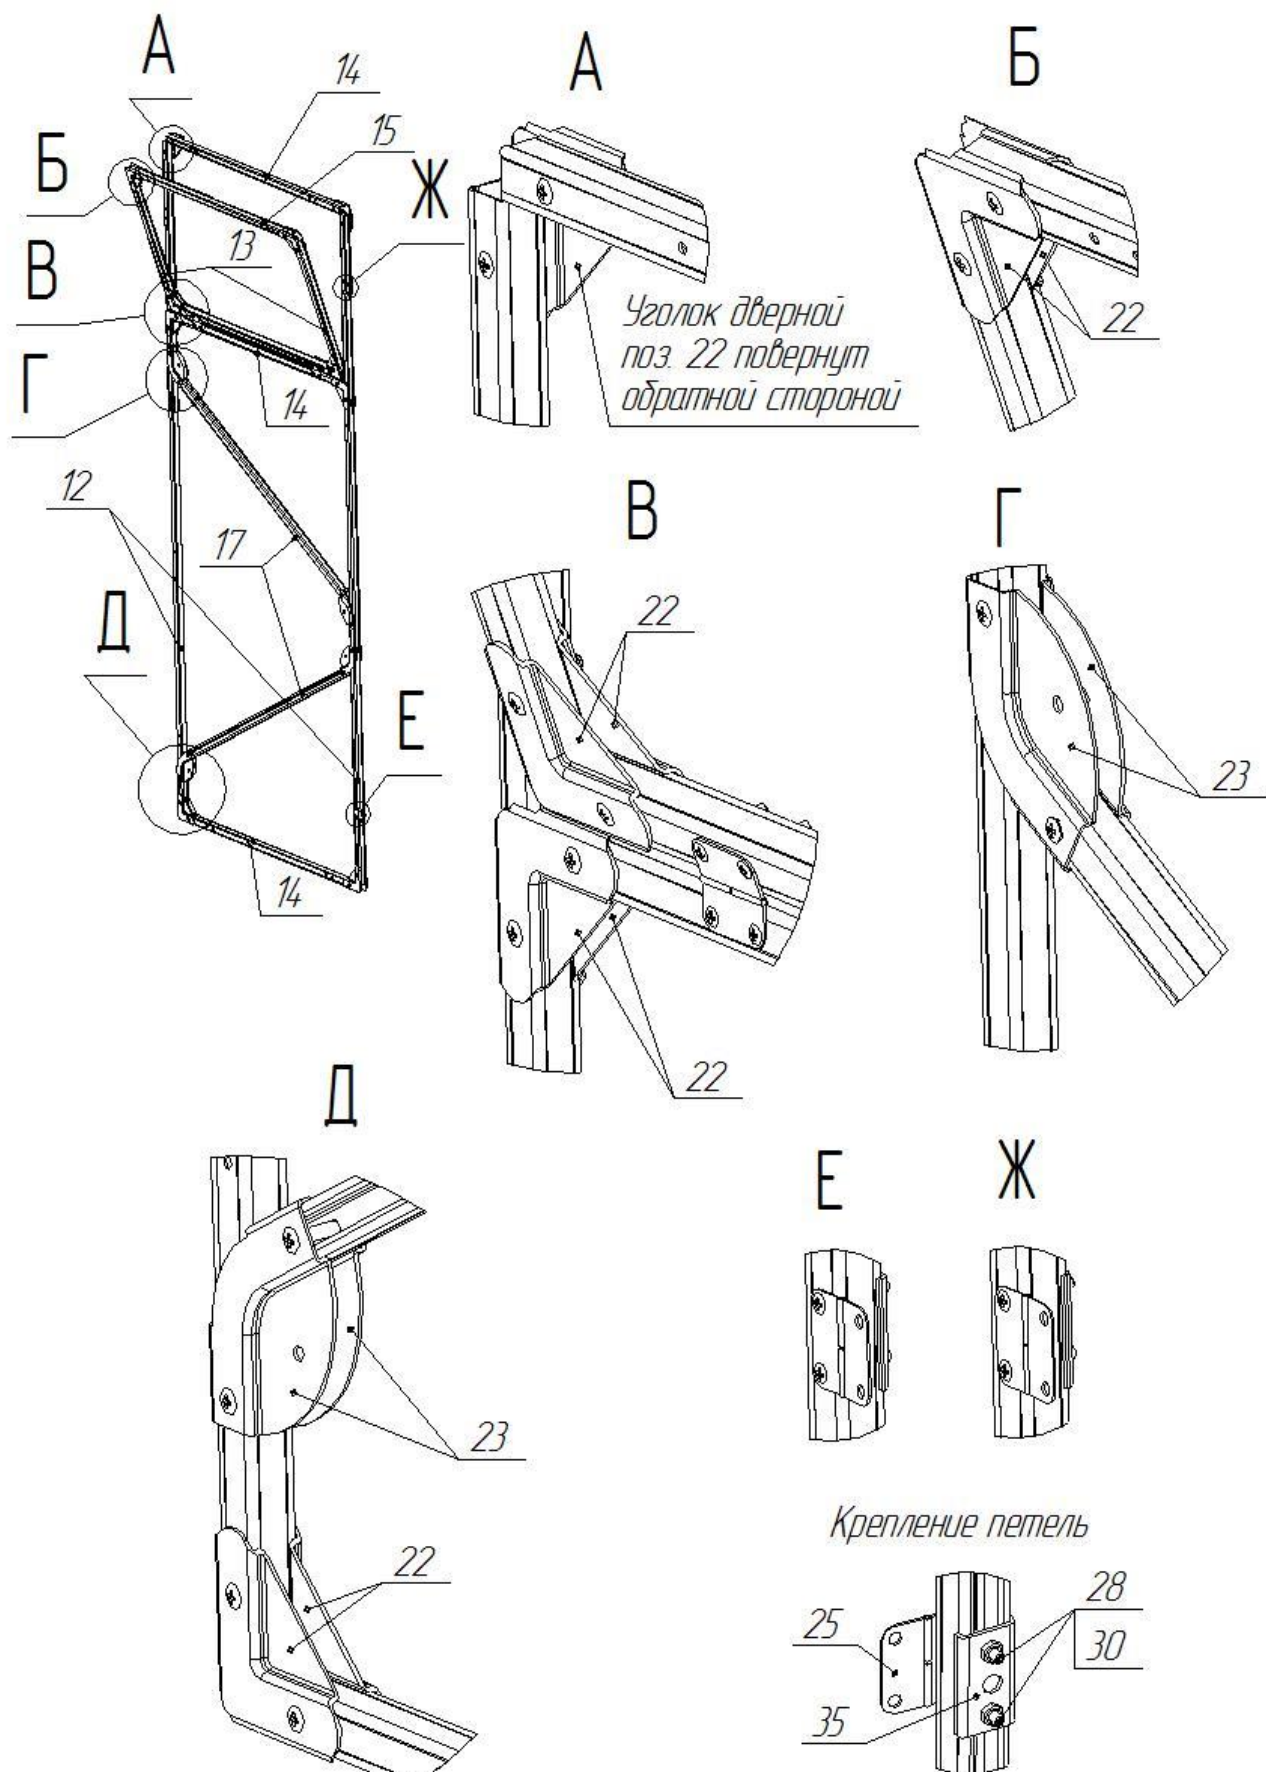

Рис. 6
6.5 Соберите каркасы дверей с форточками (рис.6). **Не забывайте, что расположение стоек двери, имеющих отверстия под установку петель должно соответствовать расположению стойки дверного проема также имеющей отверстия под навеску.**